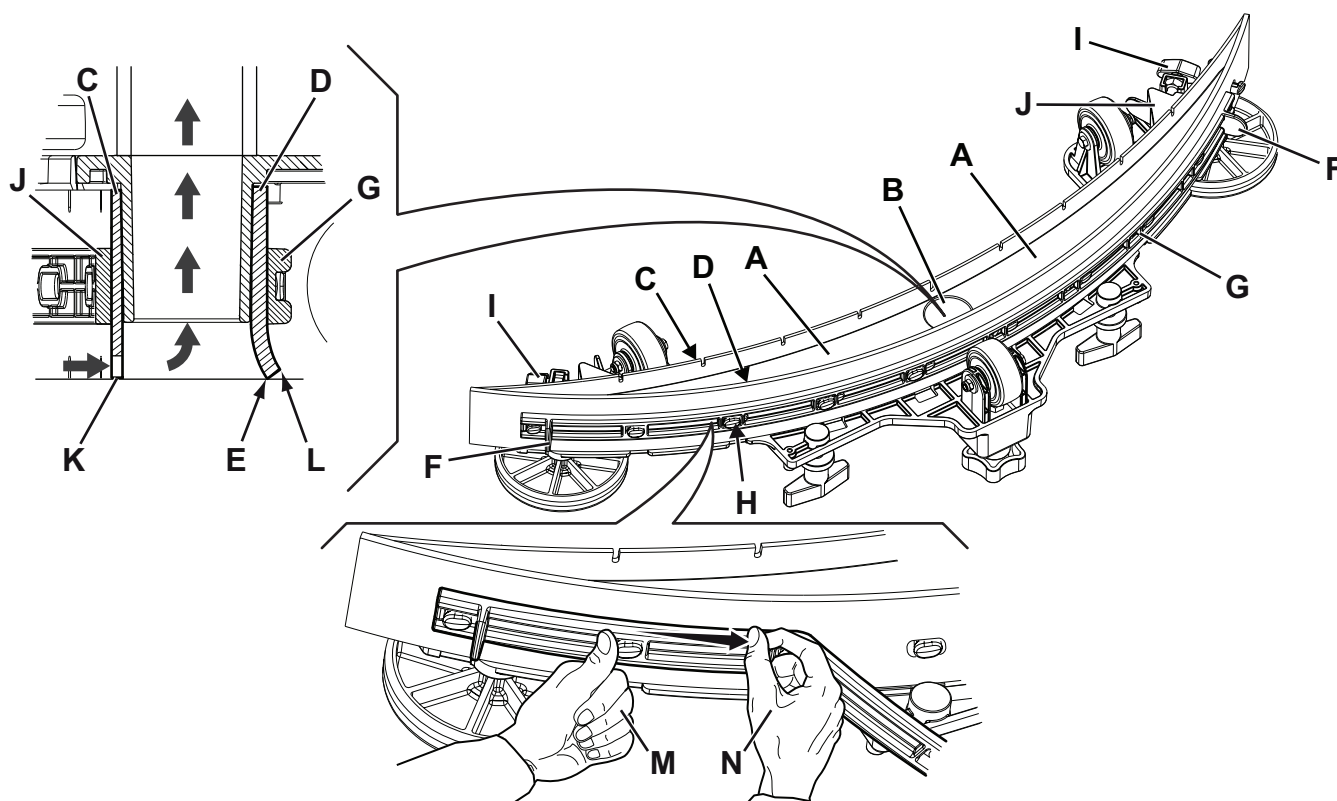

Abbildung 5
2. Sicherstellen, dass die Maschine ausgeschaltet ist und dass der Stecker des Versorgungskabels (4) vom Versorgungsnetz getrennt wurde.
3. Sterngriffe (13) lösen und Sauglippe (26) abnehmen.
4. Sauglippe abspülen und reinigen. Besonders den Schmutz und Abfälle von den Räumen (A, Abb. 5) und der Öffnung (B) beseitigen. Überprüfen, ob der vordere (C) und der hintere Gummi (D) unversehrt sind und keine Schnitten oder Risse aufweisen, gegebenenfalls wie im folgenden Abschnitt beschrieben austauschen.
2. Überprüfen, ob der vordere (C, Abb. 5) und der hintere Gummi (D) unversehrt sind und keine Schnitten oder Risse aufweisen, gegebenenfalls wie folgt austauschen. Überprüfen, ob die Vorderkante (E) des hinteren Gummis verschlissen ist. Gegebenenfalls Gummi umdrehen und eine der drei unversehrten Kanten als Vorderkante verwenden. Wenn auch die anderen drei Kanten abgenutzt sind, das Gummi wie folgt ersetzen:
- Mit der Lasche (F) das elastische Band (G) aus den Haltevorrichtungen (H) nehmen und entfernen, dann den hinteren Gummi (D) auswechseln/umdrehen.
- Das Gummi in der umgekehrten Reihenfolge des Ausbaus einbauen. Das elastische Band (G) an den Haltevorrichtungen (H) ausgehend von einer Seite fixieren. Jeweils an die Haltevorrichtungen binden, indem das Band vor dem Halten mit einer Hand (M) blockiert wird und es mit der anderen Hand (N) gezogen wird, um das Fixieren zu erleichtern.
- Sterngriffe (I) aufdrehen, Band (J) abnehmen und vorderen Gummi (C) austauschen/umdrehen.
3. Sauglippe (26) montieren und Sterngriffe (13) festdrehen.
- Überprüfen, ob das Ende (K) des vorderen Gummis (C) und das Ende (L) des hinteren Gummis (D) wie in der Abbildung gezeigt aufliegen.
- Zur Einstellung den Knopf (14) verwenden.